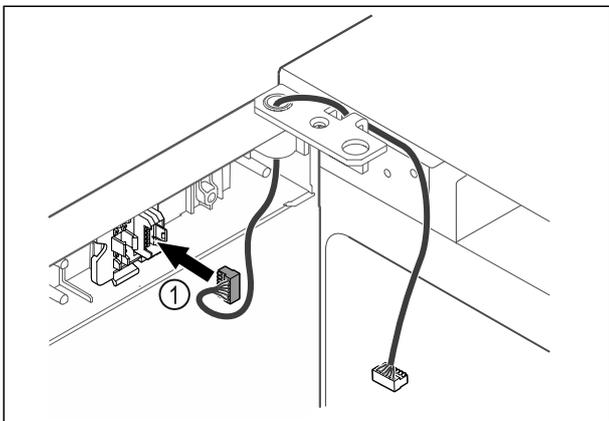

Fig. 39
- ▶ Inserire il connettore Fig. 39 (1) nel supporto connettori.